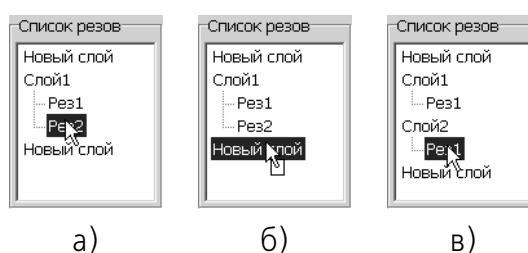

Рис. 4.22.
1. Щелкните левой кнопкой мыши по обозначению реза (рис. 4.22, а).
2. Не отпуская кнопки, перетащите обозначение на имя нужного слоя (рис. 4.22, б).
3. Отпустите кнопку. Обозначение реза появится в новом слое (рис. 4.22, в).